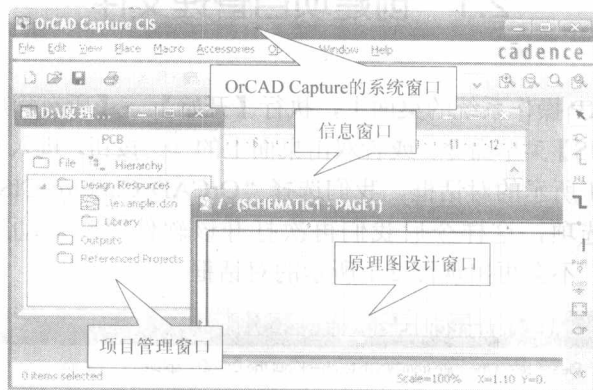
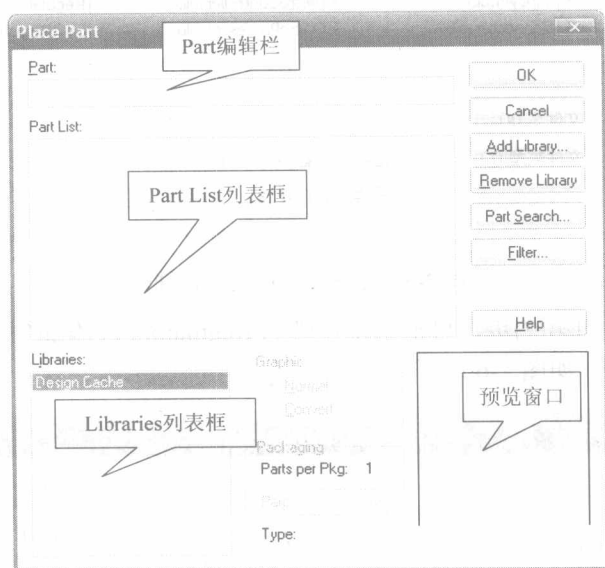

图 2-3 新建的项目
图 2-4 【Place Part】对话框
关闭图 2-2 所示的对话框后，立即在 OrCAD Capture 的系统窗口中显示 Example 的项目管理窗口和原理图设计窗口，并且原理图设计窗口是当前窗口，名称默认为 PAGE1，如图 2-3 所示。
从图 2-3 所示的项目管理窗口中可以看出，设计项目的名称不区分大小写。
(4) 在图 2-3 所示的原理图设计窗口中, 单击鼠标左键, 使原理图设计窗口成为当前窗口。
(5) 在输入法为英文输入的情况下按 P 键(在 OrCAD 中都需要在输入法为英文输入的情况下执行快捷键, 下同), 或者执行【Place】→【Part...】菜单命令, 或者单击图 2-3 所示窗口右边的  按钮, 都会调出图 2-4 所示的【Place Part】对话框。
如果是安装 OrCAD 之后第一次打开 OrCAD Capture, 那么在图 2-4 所示的【Place Part】对话框中, Libraries 列表框中除了 Design Cache(设计缓存)外, 没有显示任何库文件, 所以用户需要添加系统自带的库文件或者用户自己设计的库文件。